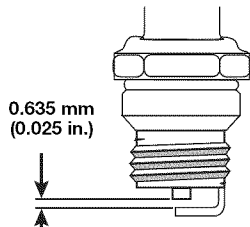

Fig. 37
4. Cambie las bujías que estén rajadas, sucias o deterioradas. Fije la separación de aire a 0.635 mm (0.025 pulgadas) utilizando un calibrador (Fig. 37).